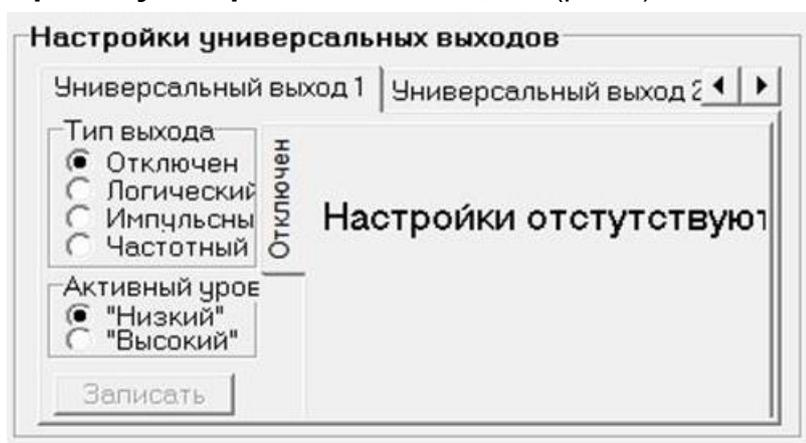

Рис.9. Вид области «Настройки универсальных выходов».
2.4.1. Установочные параметры универсальных выходов находятся во вкладке **Периферия** главного окна программы «Монитор» в области **Настройки универсальных выходов** (рис.9).